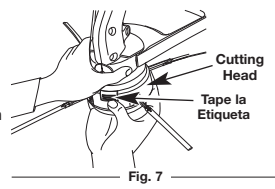

Fig. 7
- Quite la tapa del cabezal de corte haciendo presión sobre ambas lengüetas de la tapa y luego tirando de la tapa hacia abajo. (Fig. 7)